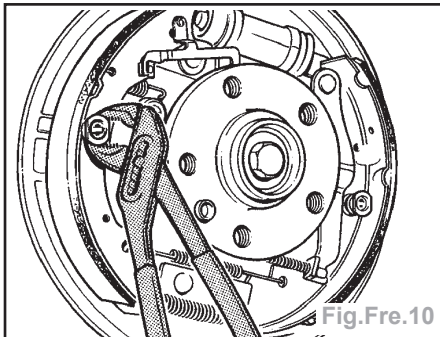

Fig.Fre.10
- Déposer les ressorts de pression (Fig.Fre.10).